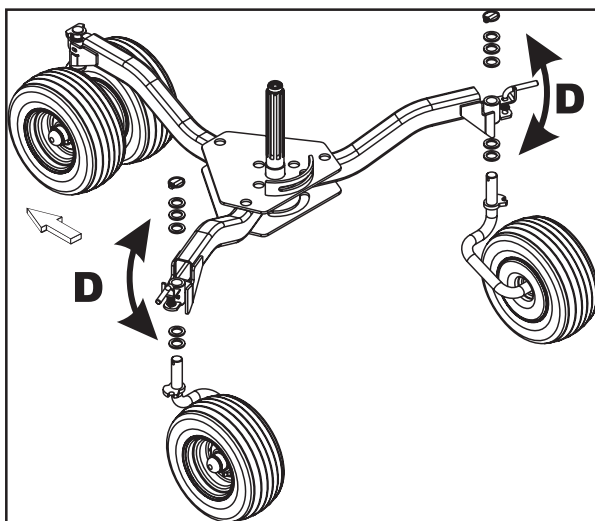

Fig. 4-3a
- Régler l'inclinaison des toupies par mise en place des rondelles de calage de 5 mm (D) sur le côté supérieur ou inférieur du support d'essieu (fig. 4-3a).